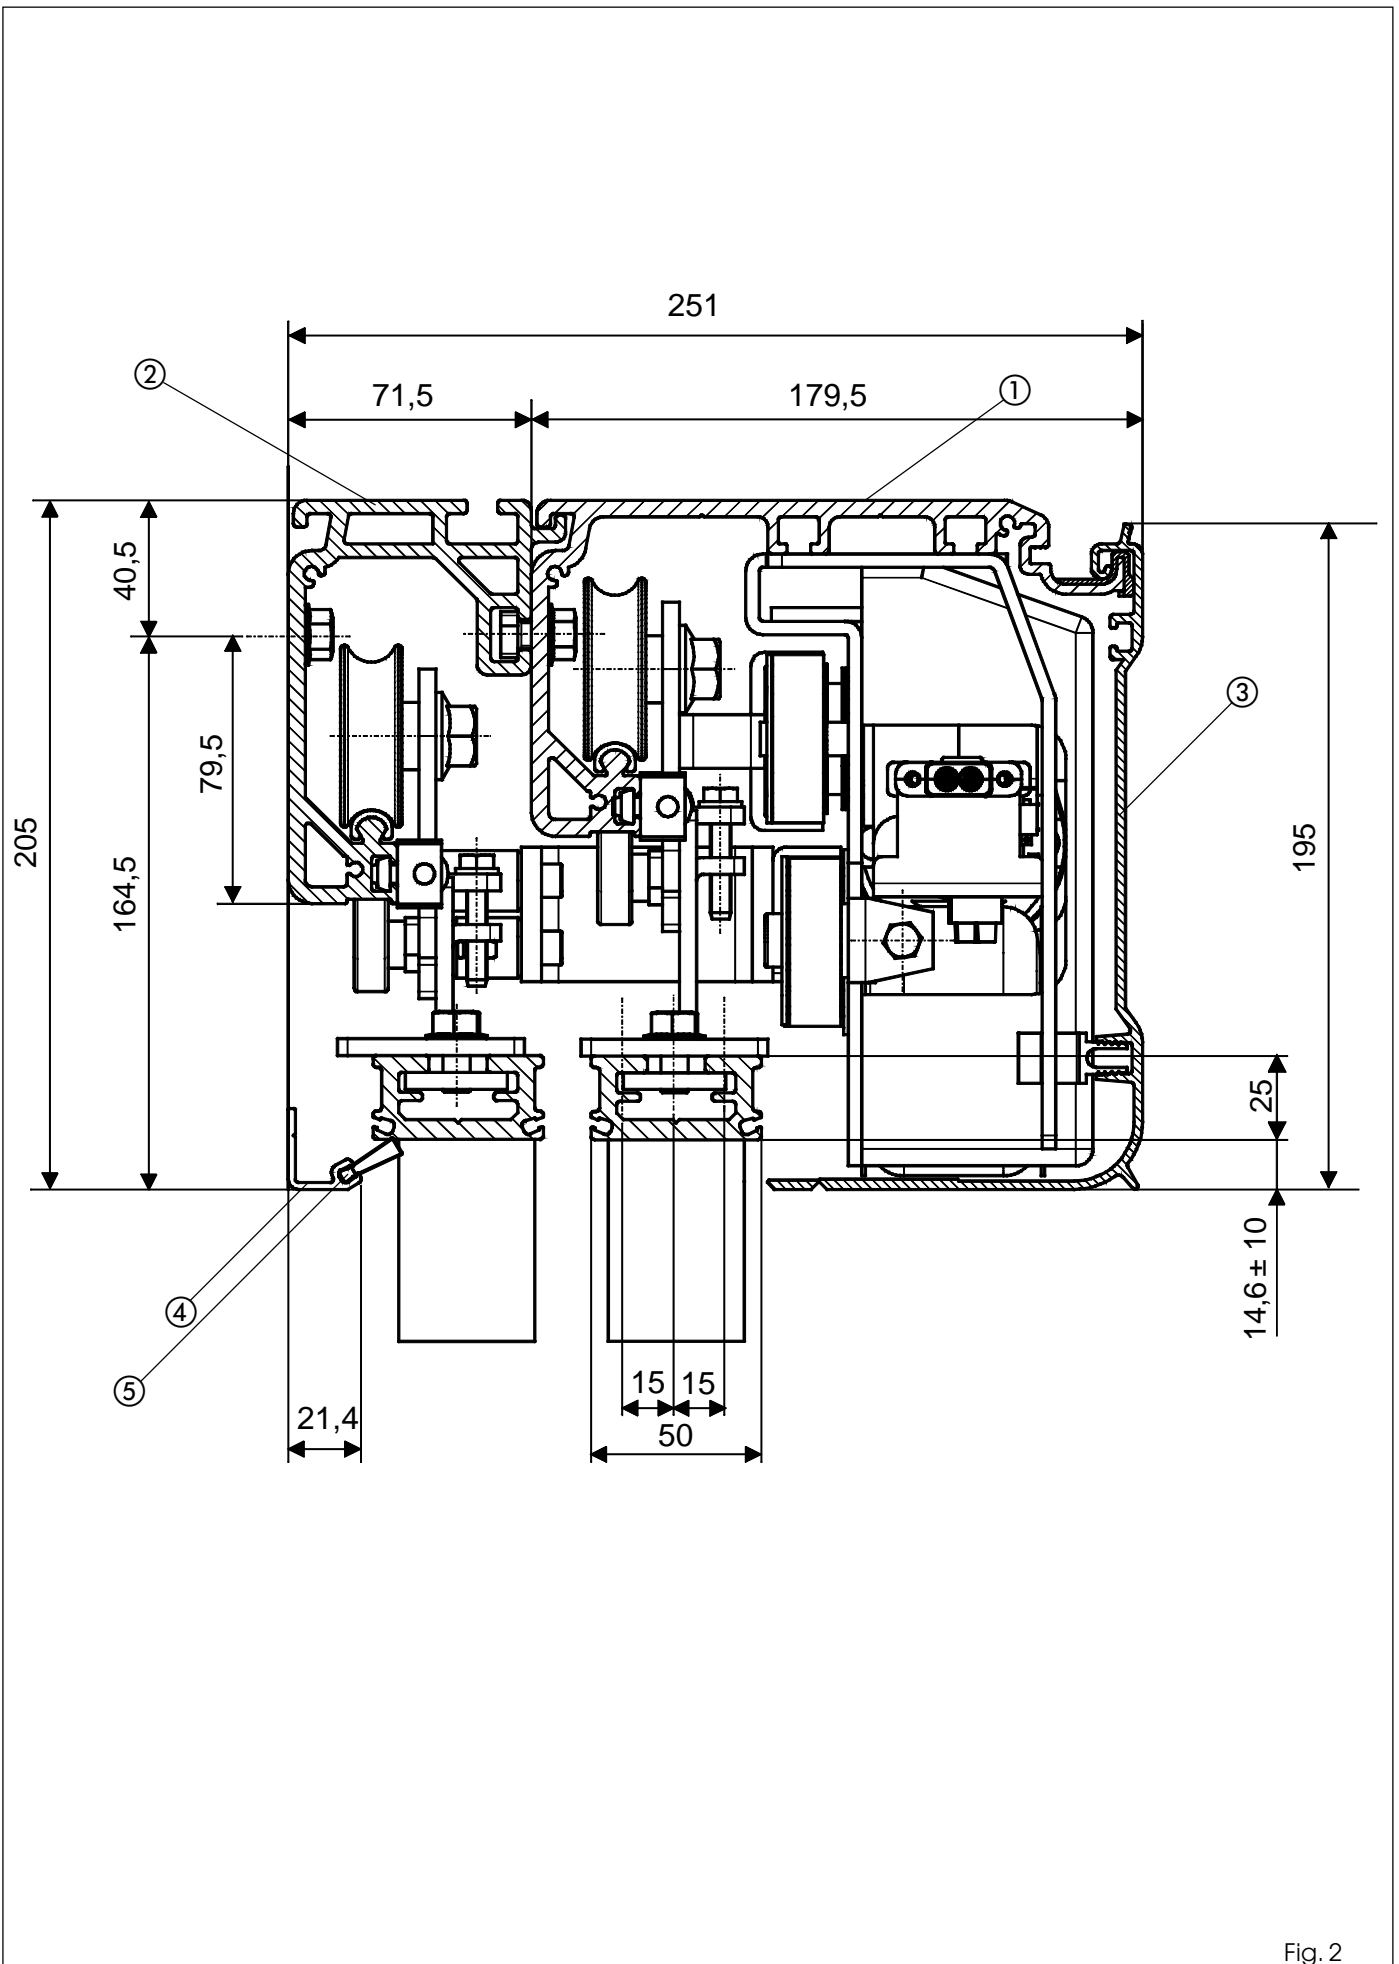
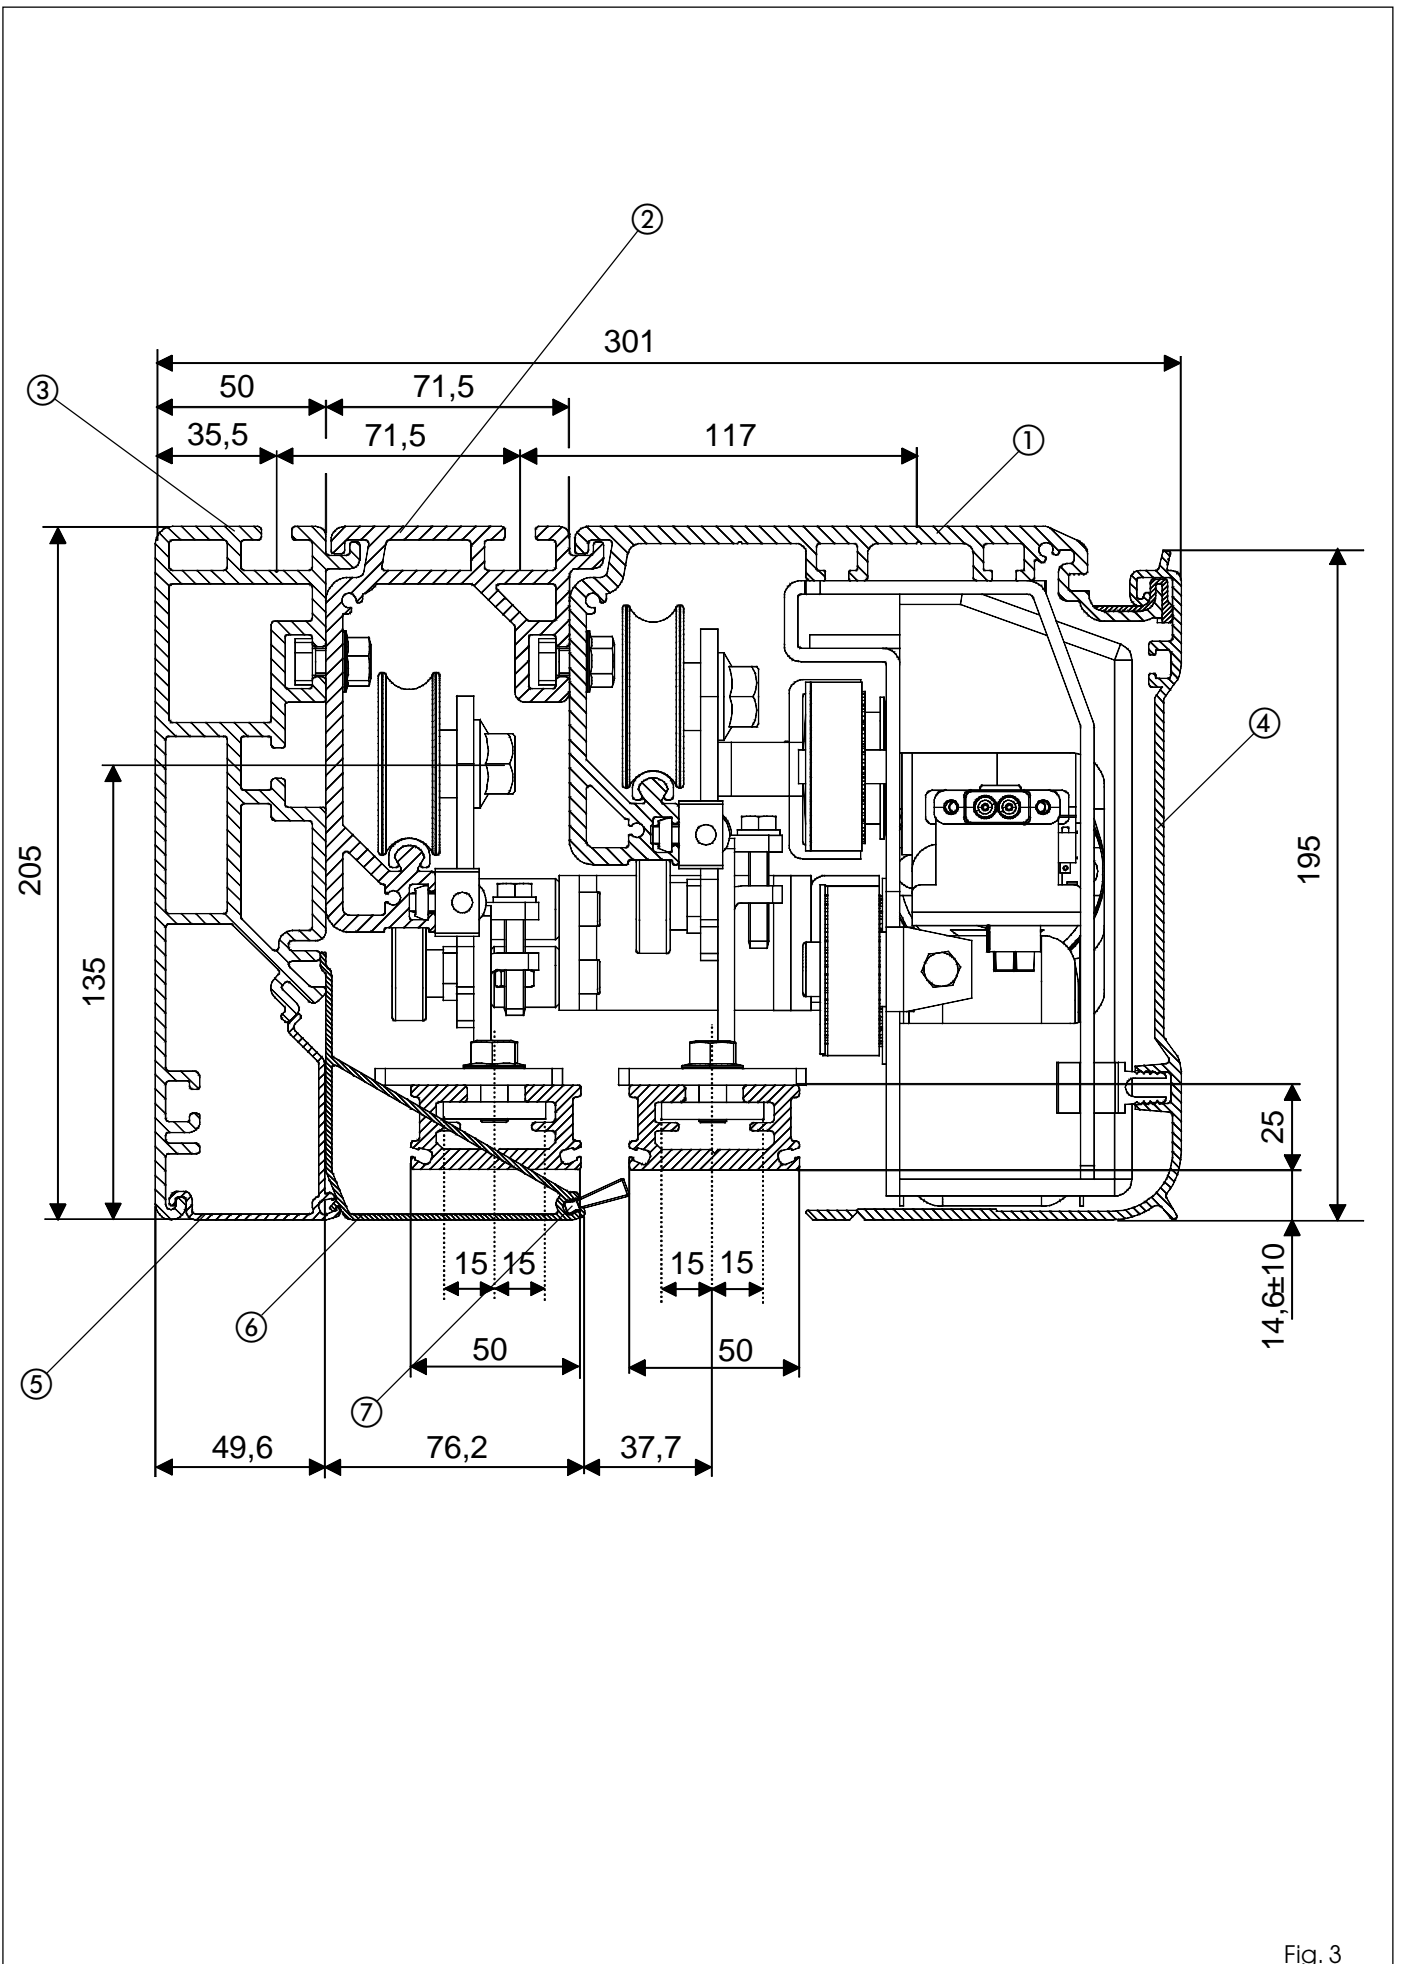

Fig. 2
Fig. 3
Profilo SMA (fig. 3 rif. ③)
Carter frontale (fig. 2 rif. ③ e fig. 3 rif. ④)
Profilo di chiusura (fig. 2 rif. ④)
Profilo di chiusura per autoportante (fig. 3 rif. ⑤)
Profilo di chiusura per telescopica (fig. 3 rif. ⑥)
Spazzolino per profili di chiusura (fig. 2 rif. ⑤ e fig. 3 rif. ⑦)